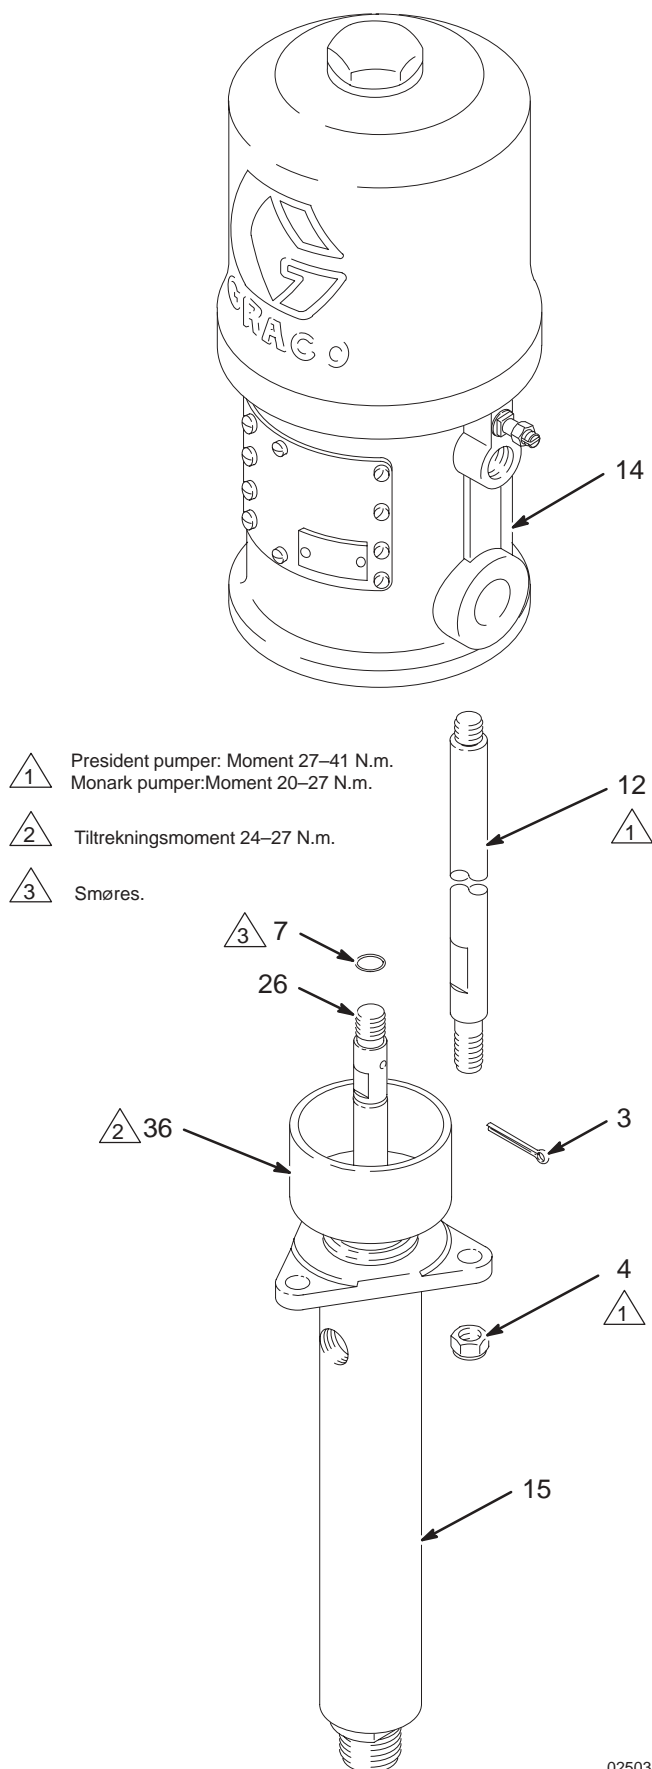

Fig. 4
3. Se Fig. 4. (For Modell 221075, se også deletegningen på side 16.) Løsne låsemutrene på strekkstengene (4) fra strekkstengene (12). Fjern splinten (3). Løsne stempelstangen (26) fra luftmotoren (14) eller tilkoblingsstag (37, kun modell 221075). Trekk forsiktig stempelpumpen (15) av luftmotoren (14). Inspiser o-ringen (7).
1. Smør o-ringen (7) og plasser den på stempelstangen (26). Snu pumpens væskeutløp mot motorens luftinntak slik som beskrevet i punkt 2 under **Demontering av stempelpumpe**. Plasser stempelpumpen (15) på strekkstengene (12). Se Fig. 4.
2. Skru låsemutrene løst (4) på strekkstengene (12). Skru stempelstangen (26) inn i luftmotorens aksel (14) eller tilkoblingsstag (37, kun modell 221075), til splintheullene flukter med hverandre. Sett inn splinten (3).
3. Monter pumpen på braketen og koble til alle slanger. Monter jordledningen hvis den ble tatt av under reparasjonen. Trekk til pakkmutteren/smørekoppen (36) med et moment på mellom 24 og 27 N.m. Fyll smørekoppen med Graco Throat Seal Liquid (pakkmutterolje) eller et kjemisk forenlig løsningsmiddel.
4. Skru låsemutrene (4) jevnt på strekkstengene, og trekk til med momentet som er gitt i Fig. 4.